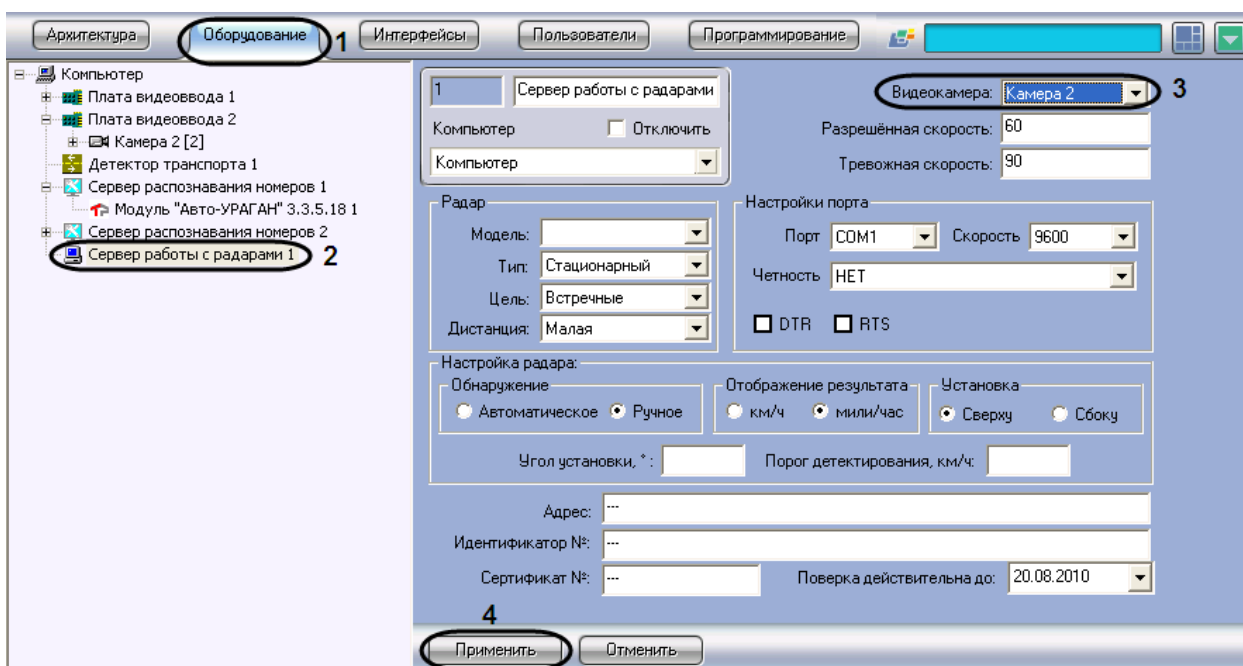

Рис. 7.3-2. Выбор объекта «Камера» для совместной работы с Сервером распознавания номеров
1. В диалоговом окне «Настройка системы» перейти на вкладку «Оборудование» (см. Рис. 7.3-2, 1).
2. В дереве объектов на вкладке «Оборудование» выбрать объект «Сервер работы с радаром», соответствующий настраиваемому программному модулю «Радар» (см. Рис. 7.3-2, 2). В правой части вкладки «Оборудование» отобразится панель настройки выбранного объекта.
3. В списке «Видеокамера» выбрать объект «Камера», который соответствует видеокамере, настроенной для совместной работы с Сервером распознавания номеров (см. Рис. 7.3-2, 3).
4. Нажать кнопку «Применить» (см. Рис. 7.3-2, 4).